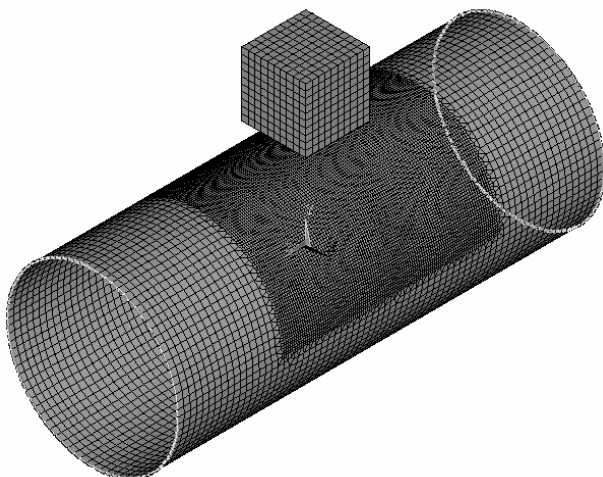

图 3-186 选中圆弧两端的边界
(6) 单击选择圆筒两端的边界，共 8 段弧线（见图 3-186）。